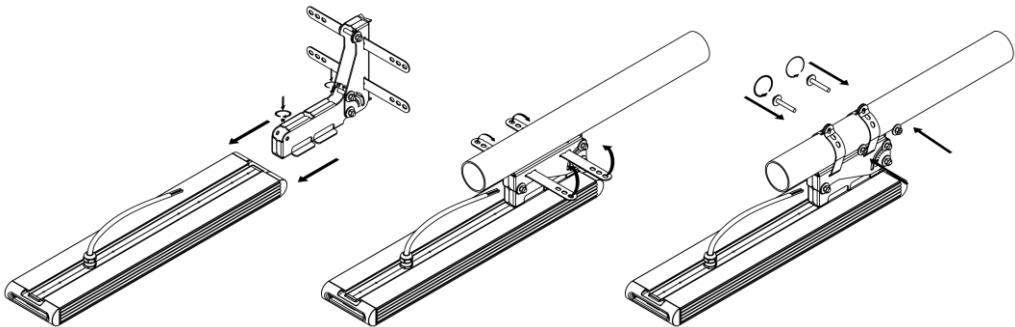

Рисунок 5 – Установка крепления Консоль с регулировкой (на примере Element 0,5x1).
- 5.4.2. Распакуйте крепление и установите на светильнике (см рисунок 5). Заведите крепление в паз на корпусе светильника. Для фиксации крепления на корпусе светильника имеются 2 отверстия. Совместите отверстия на креплении с отверстиями на корпусе. Шаг между винтами на креплении должен совпадать с шагом между винтами на корпусе. Вкрутите два винта M5, идущих в комплекте для фиксации крепления на корпусе светильника.
- 5.4.4. Обогните два хомута вокруг трубы (см. рисунок 5). Труба не должна упираться в гермоввод на корпусе светильника.